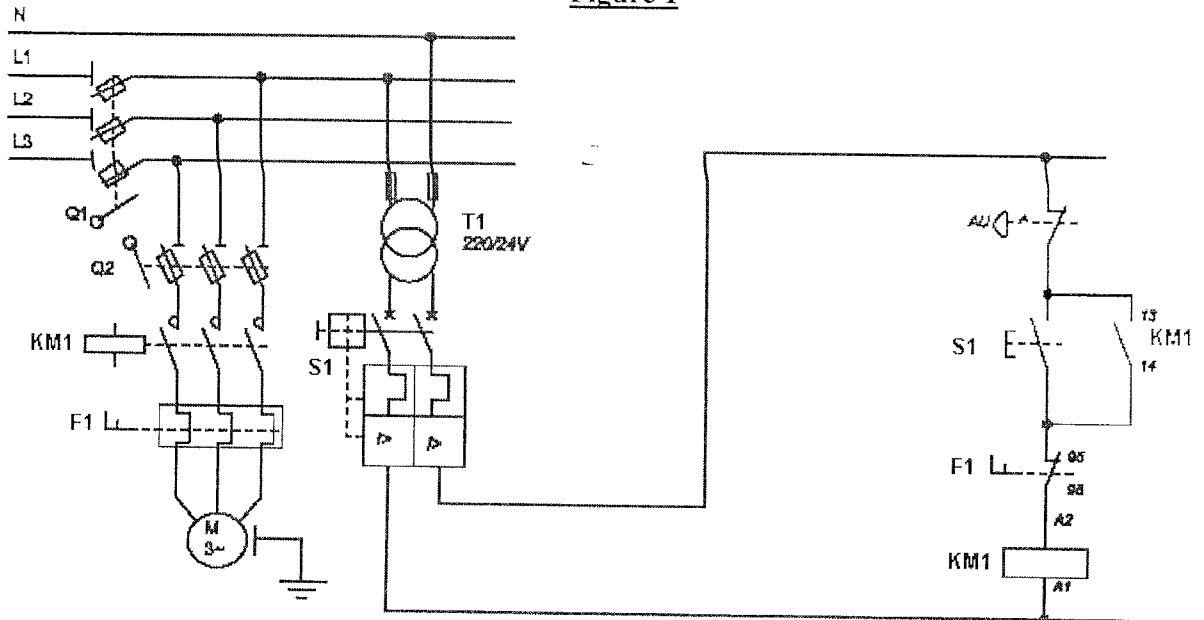

Figure 2 : la commande directe d'un moteur à un seul sens de marche.
2. Le circuit (*figure 2, page 5*) représente la commande directe d'un moteur à un seul sens de marche.